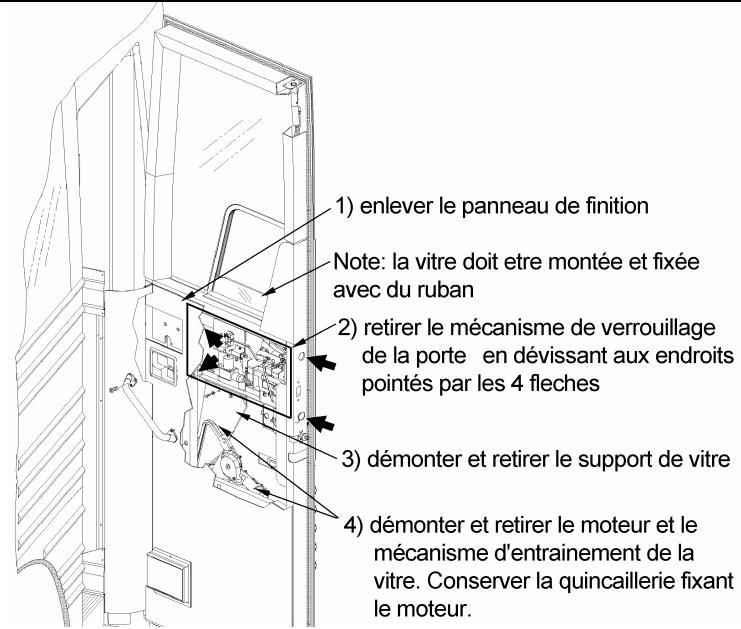

FIGURE 11
6. Retirer le mécanisme actuel de la vitre électrique. Suivre les étapes de la figure 11.